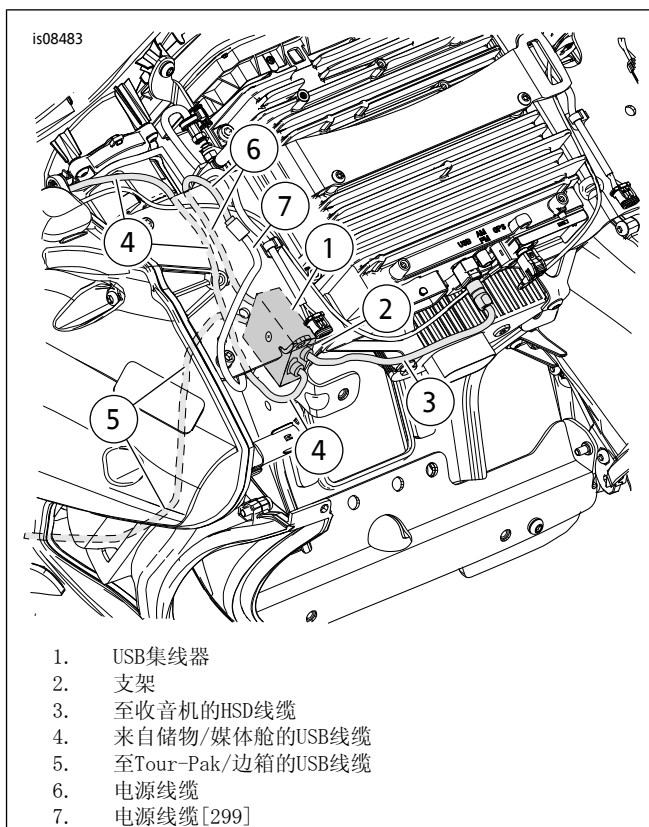

图4。安装USB集线器和线缆位置
- 参见图4。安装来自媒体/储物舱的USB线缆(4)并将其连接至USB集线器(1),如图所示。